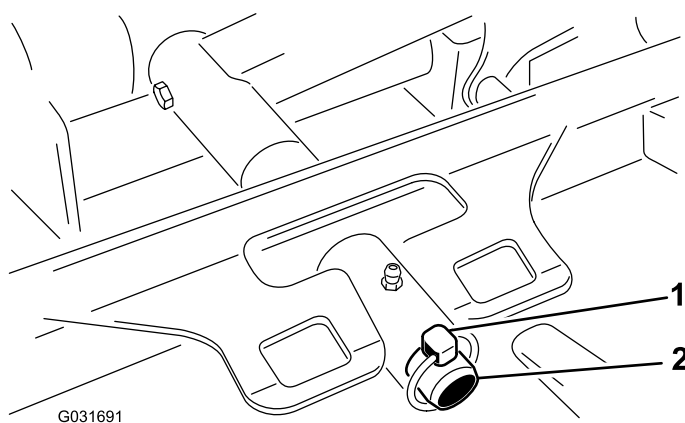

Figura 102
3. Togliete l'acciarino che fissa il telaio portante del piatto di taglio al perno di articolazione del braccio di sollevamento (Figura 102).
3. Fate scorrere il telaio portante del piatto di taglio sul perno orientabile del braccio di sollevamento e fissatelo con l'acciarino (Figura 102).